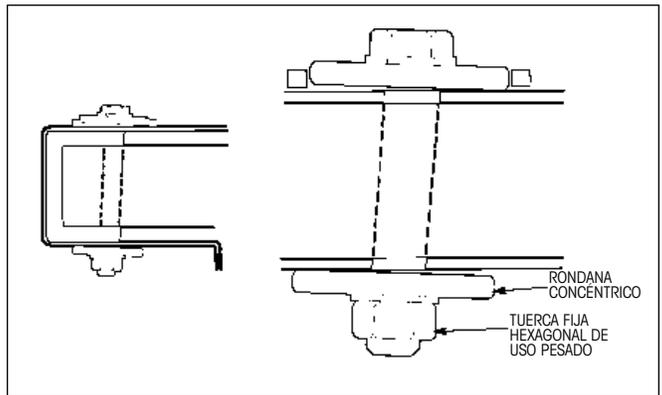

Figura 25. Equipo de conexión de pivote "acuñado"
**IMPORTANTE:** Los golpes permitirán que las rondanas concéntricas y excéntricas se muevan simultáneamente. Si las rondanas no se mueven al mismo tiempo, la rondana concéntrica puede acunarse en la percha principal durante el ajuste. El resultado de una rondana acunada (Figura 25) es una alineación incorrecta.